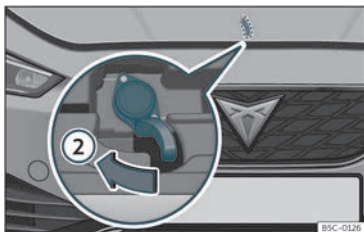

Fig. 213 Leva sotto il cofano del vano motore.
- Per aprire il cofano, premere verso sinistra con il palmo della mano la leva fino al fondo della leva situata al di sotto il cofano stesso, in centro »» fig. 213 ②. I ganci del cofano si sbloccano.